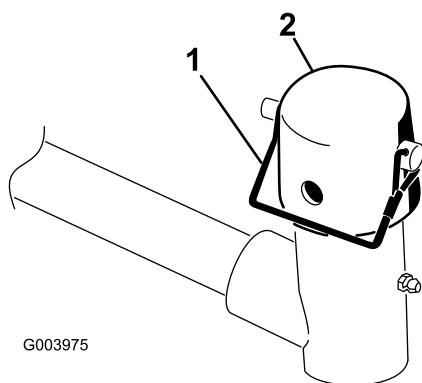

Figura 10
7. Retire el pasador de seguridad y el tapón de la horquilla de pivote del brazo de elevación (Figura 10).
11. Coloque el tapón sobre el eje del bastidor de tiro y la horquilla del brazo de elevación. Utilice la ranura si se desea una unidad de corte dirigitible, y utilice el taladro si la unidad de corte va a quedar bloqueada en una posición fija (Figura 10).